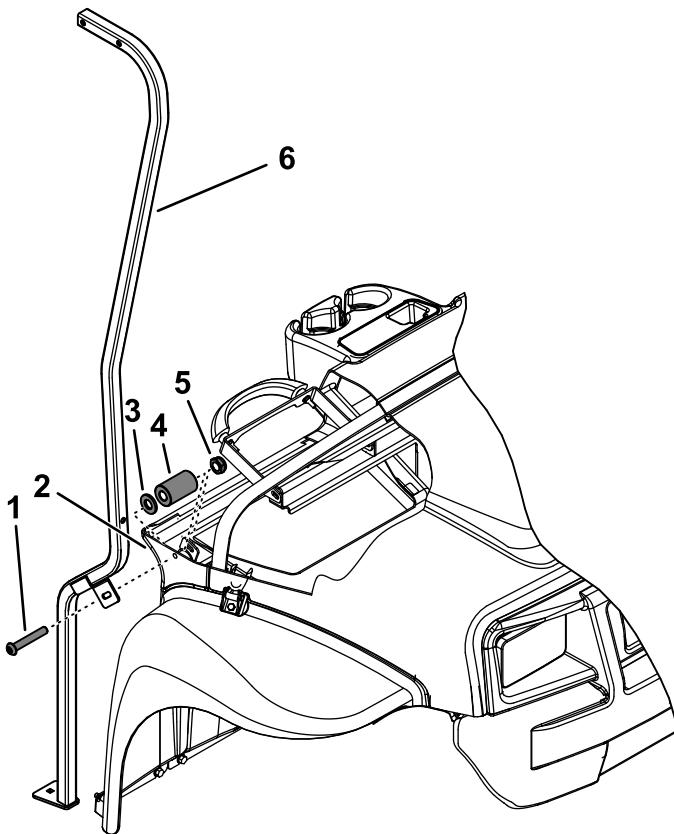

図5
- A. ダッシュボードとサッシュサポートとの間に、スペーサと平ワッシャ(11/32インチ)を取り付けて図5。
- B. 六角ソケットボタンヘッド付きねじ $5/16 \times 2$ インチを、日よけサポート、ダッシュボード、ダッシュサポートに通す図5。
- C. フランジナット $5/16$ インチで、サッシュサポートを日よけサポートに固定する図5。